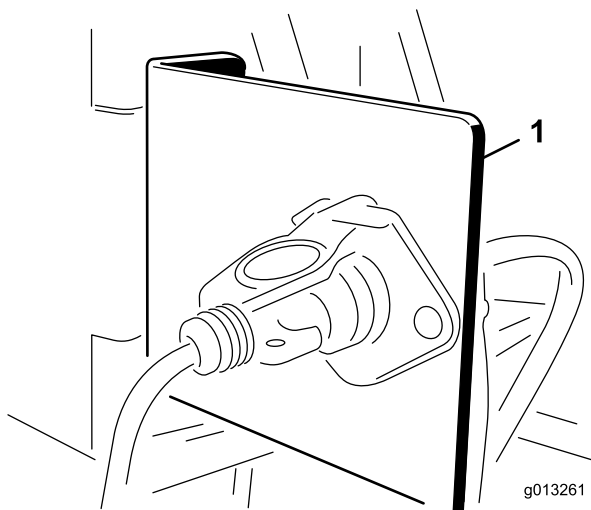

Рисунок 8
1. Установите кронштейн розетки в указанном месте в задней части буксирной машины с помощью одного из монтажных кронштейнов, поставляемых в комплекте (Рисунок 8).